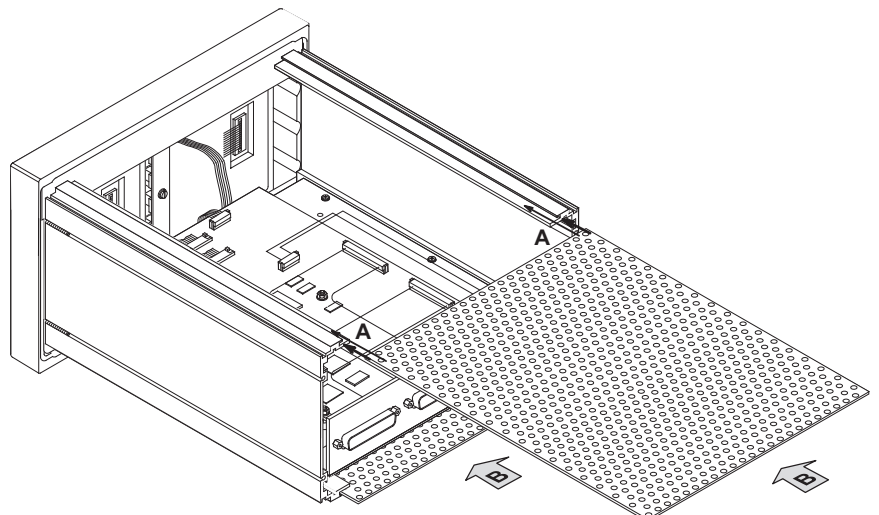

Bild 4-33: Einschieben der Lochbleche
19. Setzen Sie die beiden Lochabdeckbleche oben und unten in die Führungen ein (Bild 4-33, A) und schieben Sie sie ganz hinein (Bild 4-33, B). Befestigen Sie die Massekabel.